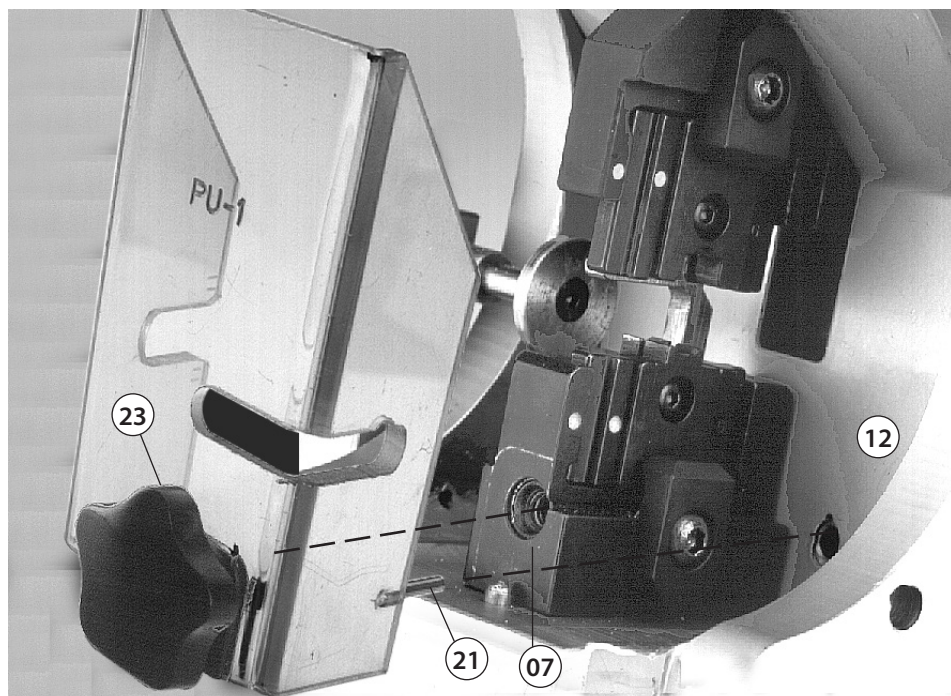

FIG. 8 ASSEMBLING THE SAFETY GUARD
3.3) Montaggio della protezione antinfortunistica (Rif. a Fig. 8):
- Inserire la spina (21), montata sul retro, nella relativa sede ricavata nel supporto principale (12).
- Centrare la parte filettata del gambo della manopola (23) di fissaggio nel foro filettato del supporto (07).